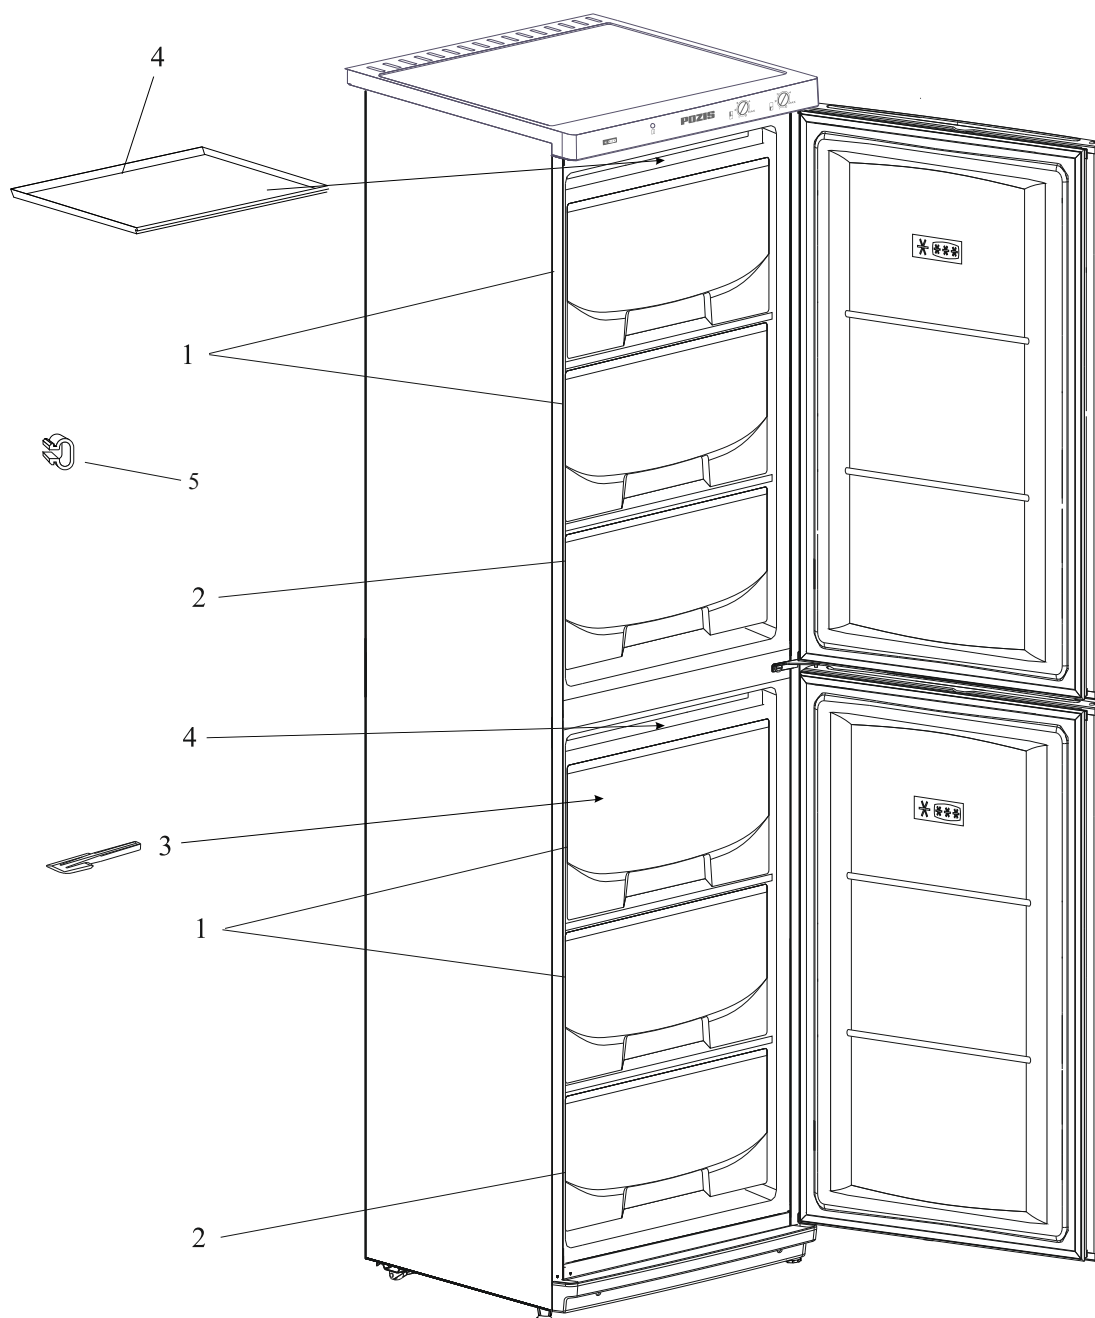

Рис. 1 Схема расположения отделений морозильника и его комплектующих
7.3 При образовании незначительного снегового покрова на внутренних поверхностях морозильной камеры его можно удалить с помощью лопатки (рис.1), не приурочивая это к моменту оттаивания морозильной камеры.